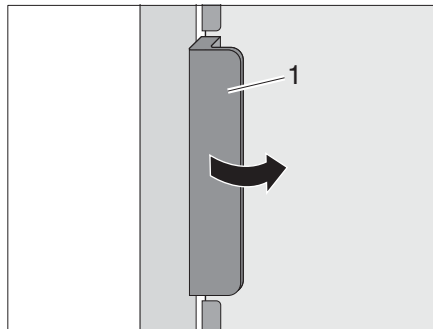
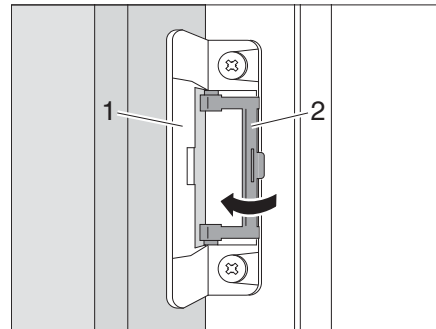

Bild 279 Öppna kylskåpsdörren
Bild 280 Låsa i ventilationsläge
Öppna: ■ Öppna kylskåpsdörren med handtaget (Bild 279,1). Låset (Bild 280,1) lossas automatiskt.
■ Fäll upp spärren (Bild 280,2).